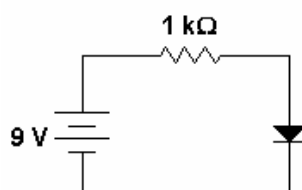

FIGURA 1
7) Para o circuito da Figura 1, calcular a corrente e a potência dissipada pelo diodo. Considerar o modelo do diodo com V_γ .